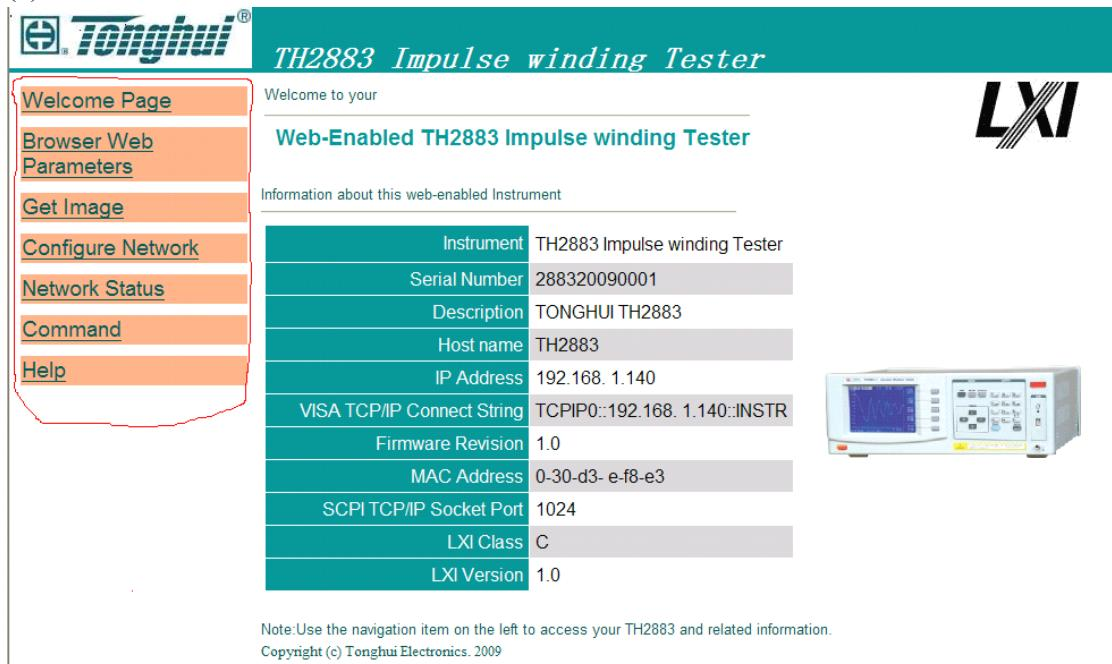

图 6-10 通过浏览器访问 TH2883
- (1) 启动 Internet Explorer。
- (2) 在地址字段键入 <http://192.168.1.140/>，再按回车键。
- (3) 显示 Web 服务器的启动屏幕，如图 6-10 所示。